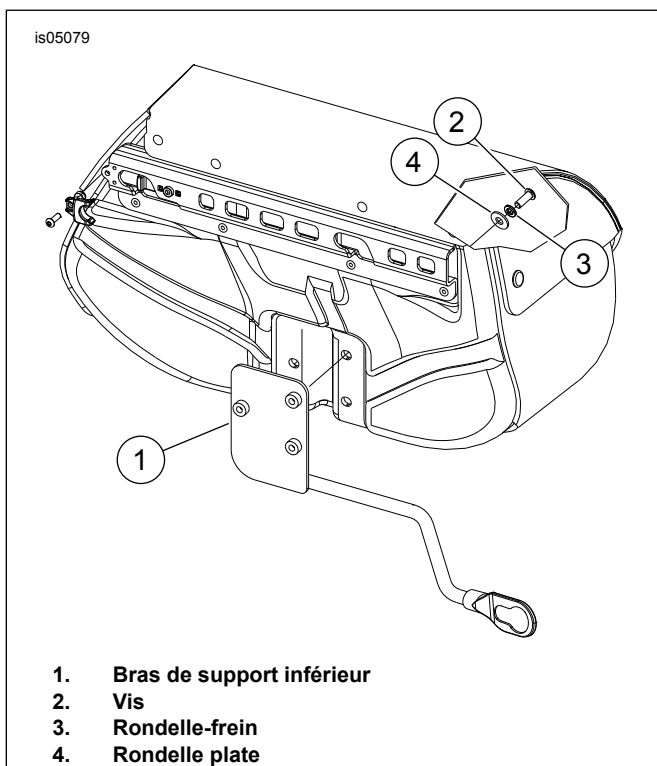

Figure 6. Installation de bras de support inférieur
- Voir Figure 6. Installer le bras de support inférieur gauche sur la sacoche. Enduire de Loctite 243 (bleu) les filets des vis (2). Installer sans serrer le bras de support inférieur (1) sur la sacoche en utilisant les vis (2), les rondelles-freins (3) et les rondelles plates (4). Le bras inférieur (1) se monte à l'extérieur de l'arrière de la sacoche. La visserie monte le bras à partir de l'intérieur de la sacoche.
- Serrer les vis (2) à la main. Elles seront complètement serrées pendant l'installation de la sacoche.